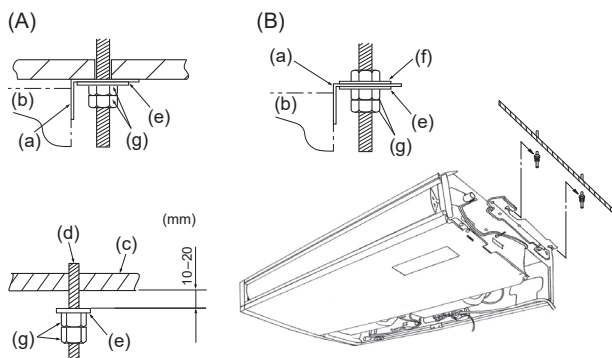

Fig. 3-5
- (D) Inloppsgaller (J) Skjut sidopanelen framåt/riktat.
- (E) Knopp för inloppsgaller (K) Sidopanel
- (F) Skjut (L) Tag bort sidopanelens fästskruvar.
- (G) Förse med gångjärn (M) Ta bort den skyddande vinylen på flänsen.
- (H) Tryck på gångjärnet och dra ut inloppsgallret.
- (2) Att tvinga öppnar inloppsgallret, eller öppna den till en meta av kan mer än 120° skada förse med gångjärn.
3.3. Installation av inomhusenhet (Fig. 3-5)